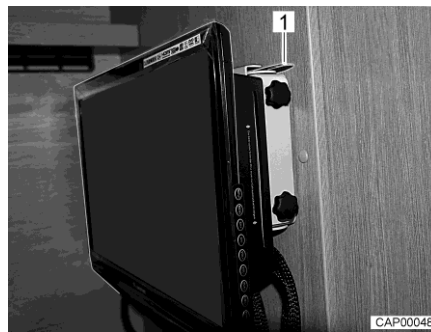
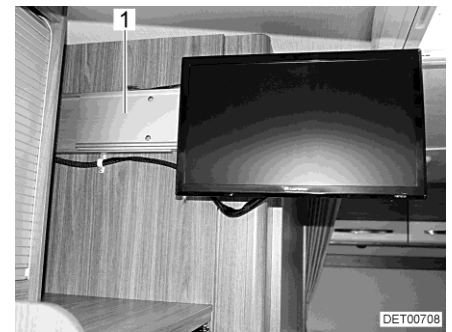

Fig. 65 Écran plat en position de marche
Fig. 66 Écran plat en position téléviseur
- Désenclencher le ressort à cran d'arrêt (Fig. 65,1).
- Pousser l'écran plat horizontalement dans le support jusqu'à la butée (Fig. 66,1). Le ressort à cran d'arrêt (Fig. 65,1) s'enclenche de manière audible.